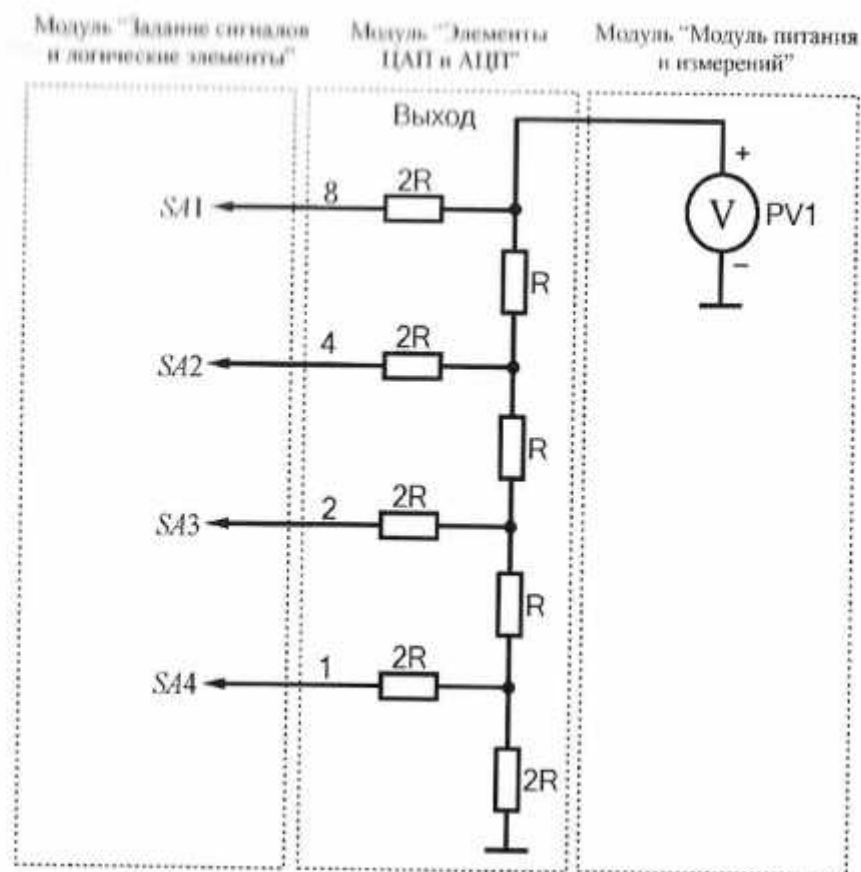

Рис. 11.4. Схема электрическая соединений лабораторных модулей для изучения ЦАП на основе матрицы R - $2R$
2. Согласно схеме (рис. 11.4) выполнить электрические соединения модулей для изучения ЦАП на основе матрицы $R-2R$. **Монтаж схемы производить при отключенных автоматических выключателях и переключателях питания.**